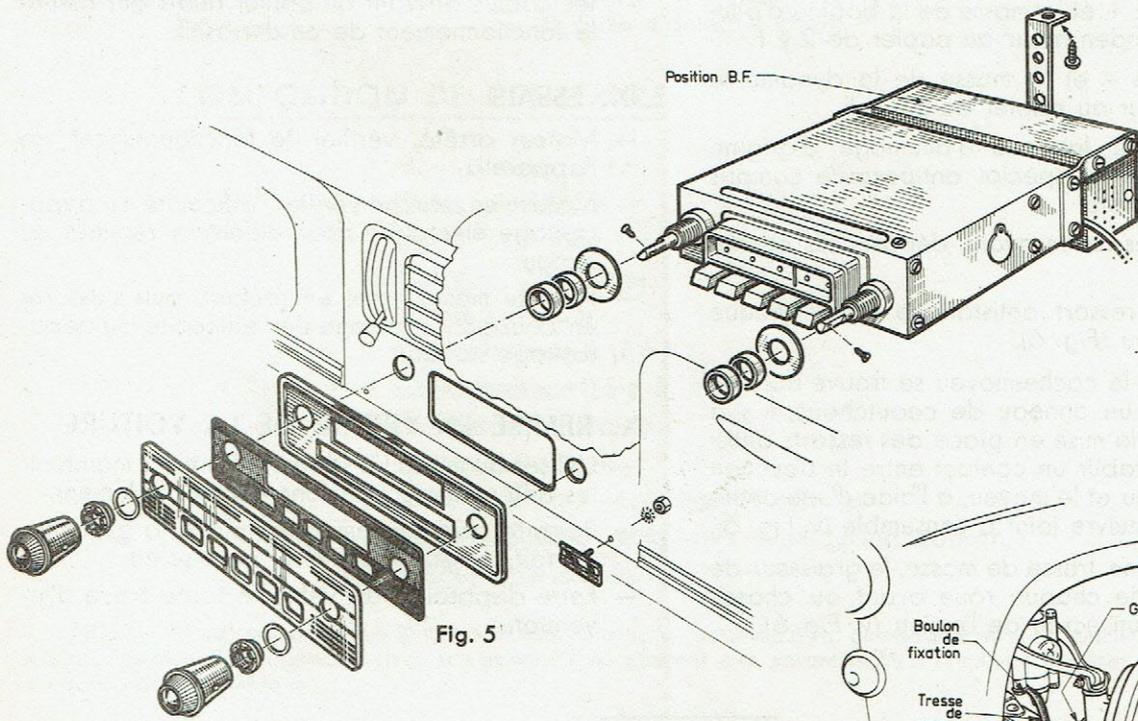

Fig. 5
- Celui-ci sera placé au centre du tableau de bord à l'emplacement du cendrier précédemment déposé. (voir Fig. 5).